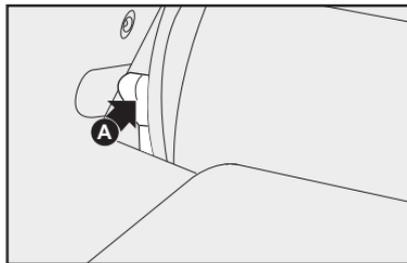

fig. 133
3) Desbloquee el respaldo del asiento utilizando las palancas laterales **A-fig. 133**, en el sentido de la flecha.